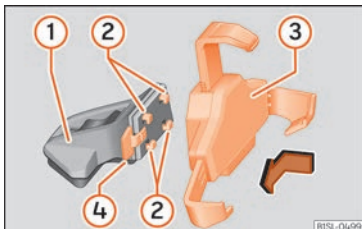
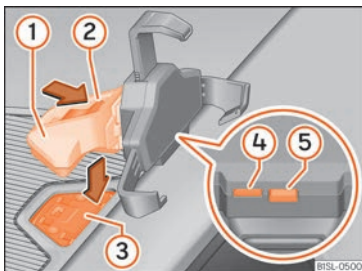

Fig. 133 Acoblar el suport universal i el braç de subjecció.
Fig. 134 A la consola central: tancament del buit per a l'allotjament del sistema d'Infotainment.
- Premeu la tecla de desbloqueig »» fig. 134 ⑤ fins que el braç superior del suport universal es deixi anar.
- Col·loqueu el telèfon intel·ligent a les fixacions inferiors. Per ajustar les fixacions inferiors, premeu la tecla »» fig. 134 ④.
- Agafeu el suport universal »» fig. 133 ③ i premeu la tecla de desbloqueig »» fig. 133 ④.
- Agafeu el braç suport »» fig. 134 ① i premeu la tecla de desbloqueig »» fig. 134 ④ en el sentit de la fletxa.
- Introduïu el suport universal »» fig. 133 ③ als encastos ② del braç suport ①.
- Desplaceu el suport universal lateralment en direcció al bloqueig ④ fins que quedi encastat de forma audible »» ⚠.
- Col·loqueu el braç suport »» fig. 134 ① a la placa de subjecció »» fig. 134 ③ des de dalt i el pressioneu cap avall fins que sentiu que ha quedat encastat »» ⚠.